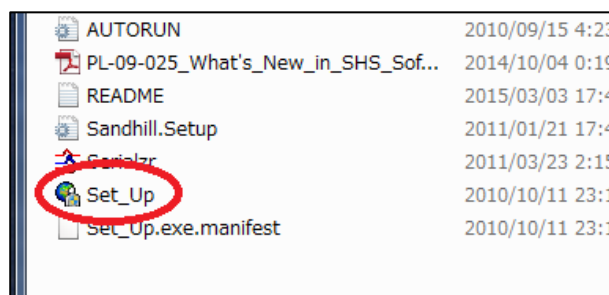

図 6 Set up.exe の選択
- ⑤ フォルダ内の“Set\_up”をダブルクリックします(図 6)。インストール画面が立ち上がります。